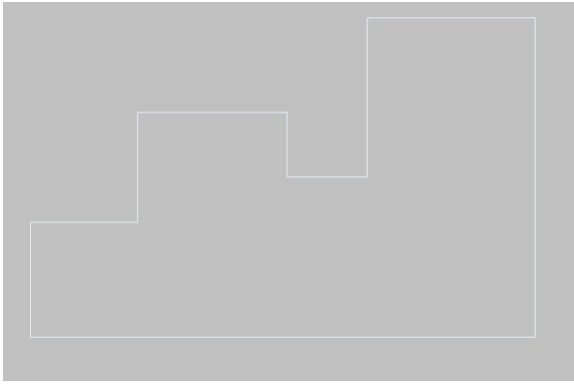

Рис.1
6. *Выполнить упражнение 1 (см.рис.1)*
- 1) Создайте при помощи Полилинии произвольный контур (рис.1)